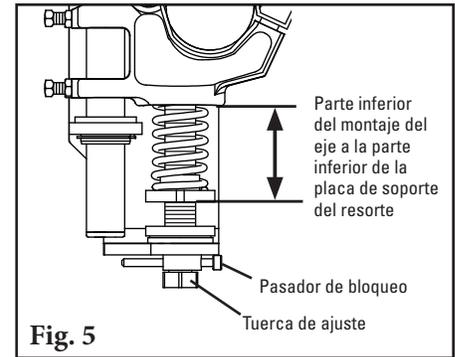

Fig. 5
5. **Establezca la tensión de la hoja.** Gire las tuercas de ajuste hasta que se haya alcanzado la compresión correcta del resorte (Fig. 5). La compresión del resorte es determinada por la longitud del resorte. Consulte la tabla a continuación para conocer la longitud correcta del resorte para su ancho de banda. Reemplace los pasadores de bloqueo.